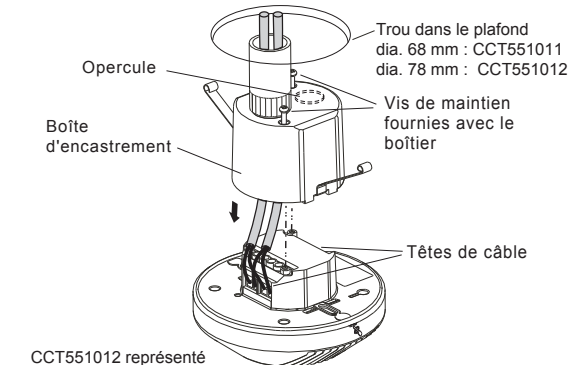

FIG. 11
- 3.3.2.2 Ouvrir l'opercule de la boîte d'encastrement à l'aide d'un tournevis si l'utilisateur souhaite utiliser les deux tubes, alors fixer les tubes puis y faire passer le câble d'alimentation (voir FIG. 11).